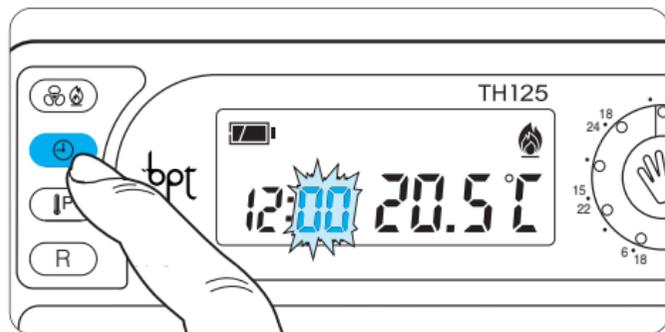

Fig. 15
5.1 - Premere il pulsante **⏏** (fig. 15).